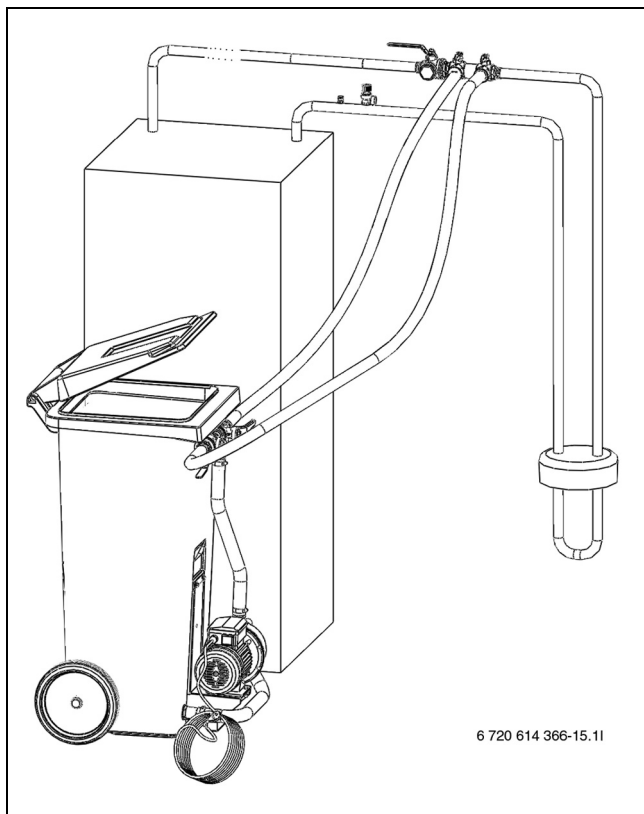

Bild 13 Fyllning med påfyllnadsstation
- Anslut två slangar från påfyllnadsstationen till påfyllnadssatsen ( $\rightarrow$  Bild 13).